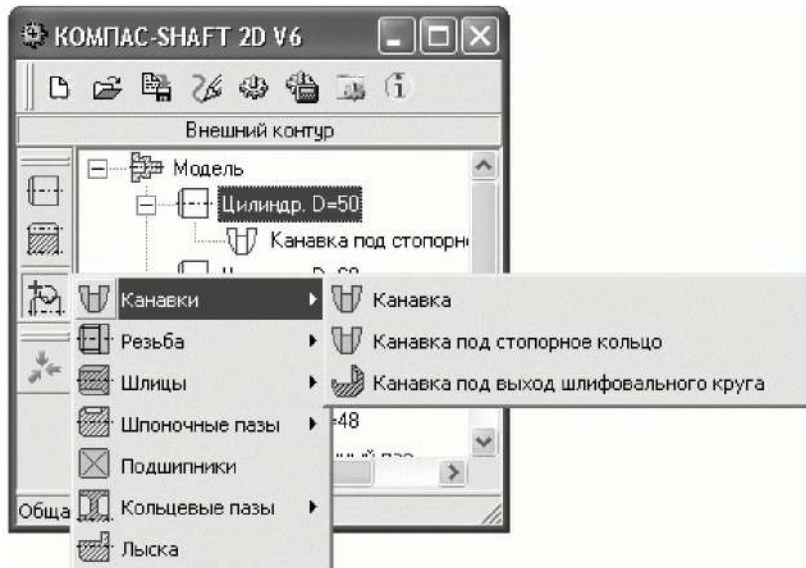

Рисунок 1.16. Дополнительные элементы ступеней
5. С помощью команд группы меню *Дополнительные элементы ступеней* (рисунок 1.16) добавим на различные ступени те или иные конструктивные элементы.